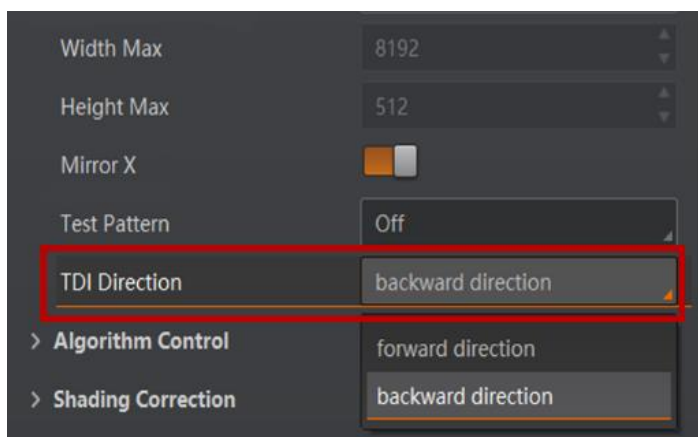

图7-6 设置 TDI Direction 参数
2. 在 Image Setting 属性树下，根据传送带运行方向与读码器拍摄方向的实际情况，设置参数 TDI Direction，如图 7-6 所示。